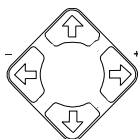

Рис. 22. Навигационные кнопки
- Точную установку позиции можно произвести навигационными кнопками на пульте ДУ (см. рис. 22, при этом будет производиться плавное перемещение в нужную точку изображения)¹.